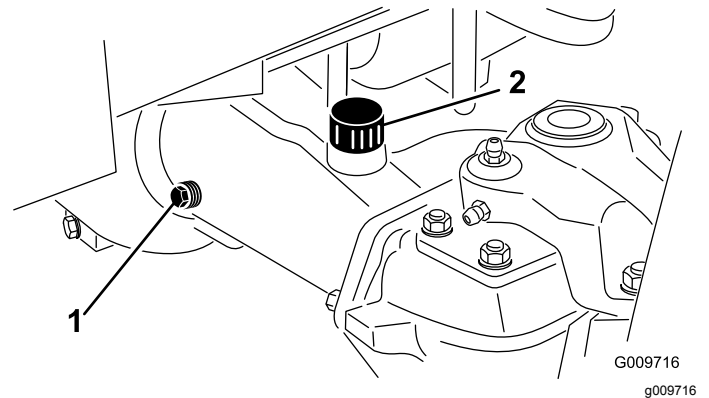

Figura 44
2. Retire o tampão de verificação que se encontra numa das extremidades do eixo (Figura 44) e certifique-se de que existe lubrificante até ao fundo do orifício. Se o nível estiver baixo, retire o tampão de enchimento (Figura 44) e adicione lubrificante suficiente para o nível de lubrificante subir até ao fundo do orifício do tampão de verificação.